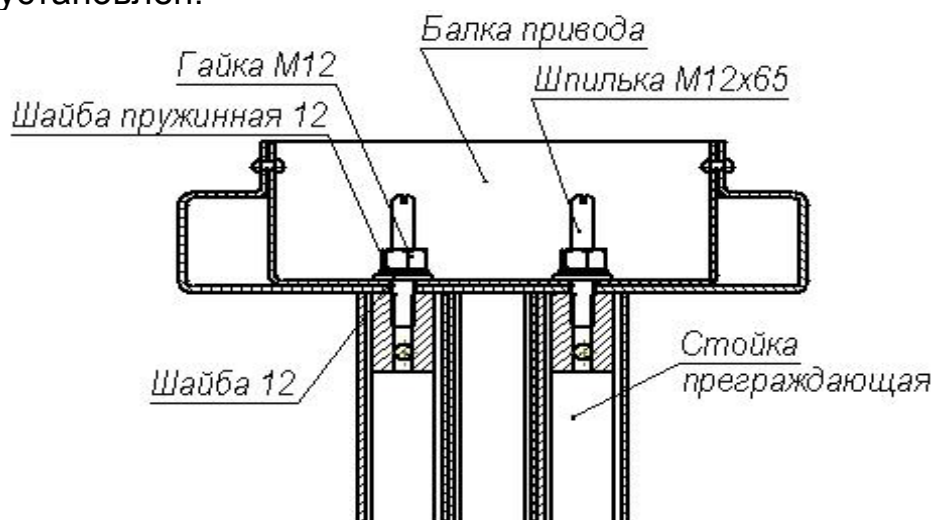

Рисунок 9 – Крепление балки привода (13) к стойке преграждающей (3)
- L** — зона выхода кабеля индикации (10) и кабеля считывателя (23)* из левой секции формователя прохода (6);
- R** — зона выхода кабеля индикации (11) и кабеля считывателя (24)* из правой секции формователя прохода (7);
- A** — зона входа кабелей (10), (11), (17), (18) и (21) в преграждающую стойку (3); зоны **L**, **R** и **A** показаны окружностями диаметром 25 мм;
- - - - — условное направление прокладки кабельных каналов** для кабелей индикации (10) и (11) и кабелей считывателей (23)* и (24)*
8.2.8 Вверните две шпильки *M12x65* в верхнюю часть преграждающей стойки (3) (см. рисунок 9).
8.2.13 Поверните балку (13) концом, на котором расположена DIN-рейка (рис. 3), к преграждающей стойке (3), а другим концом — к секциям (6) и (7) формователя прохода. Используя две стремянки, поднимите балку на высоту преграждающей стойки и обоприте её сверху на преграждающую стойку. Открепите концы кабелей от верхней планки преграждающей стойки (п. 8.2.9), пропустите их в отверстие балки и закрепите с помощью липкой ленты внутри балки. Наденьте балку на две шпильки, расположенные на преграждающей стойке (п. 8.2.8), наденьте на каждую шпильку шайбу 12, затем шайбу пружинную 12 и зафиксируйте положение балки двумя гайками *M12* (см. рисунок 9), накрутив их до середины выступающей части шпилек.